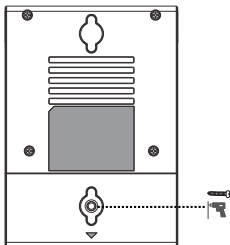

Fig. 2
1. Après avoir branché les câbles, refermez le capot arrière et fixez-le avec la vis PA3×8 mm comme indiqué sur la Figure 2.